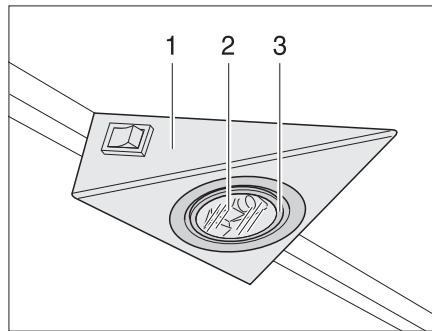
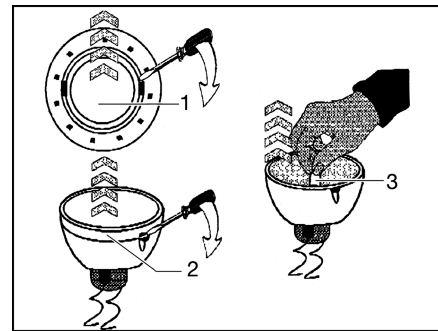

Fig. 179 Lampe halogène encastrée
Fig. 180 Remplacer l'ampoule halogène
La lampe halogène est encastrée dans un boîtier (Fig. 179,1).
- Détacher la bague de recouvrement intérieure (Fig. 179,3 ou Fig. 180,1) du boîtier avec un outil plat approprié (p. ex. tournevis).
- Enlever la bague de recouvrement avec la vitre (Fig. 179,2).
- Retirer l'ampoule halogène (Fig. 180,2).